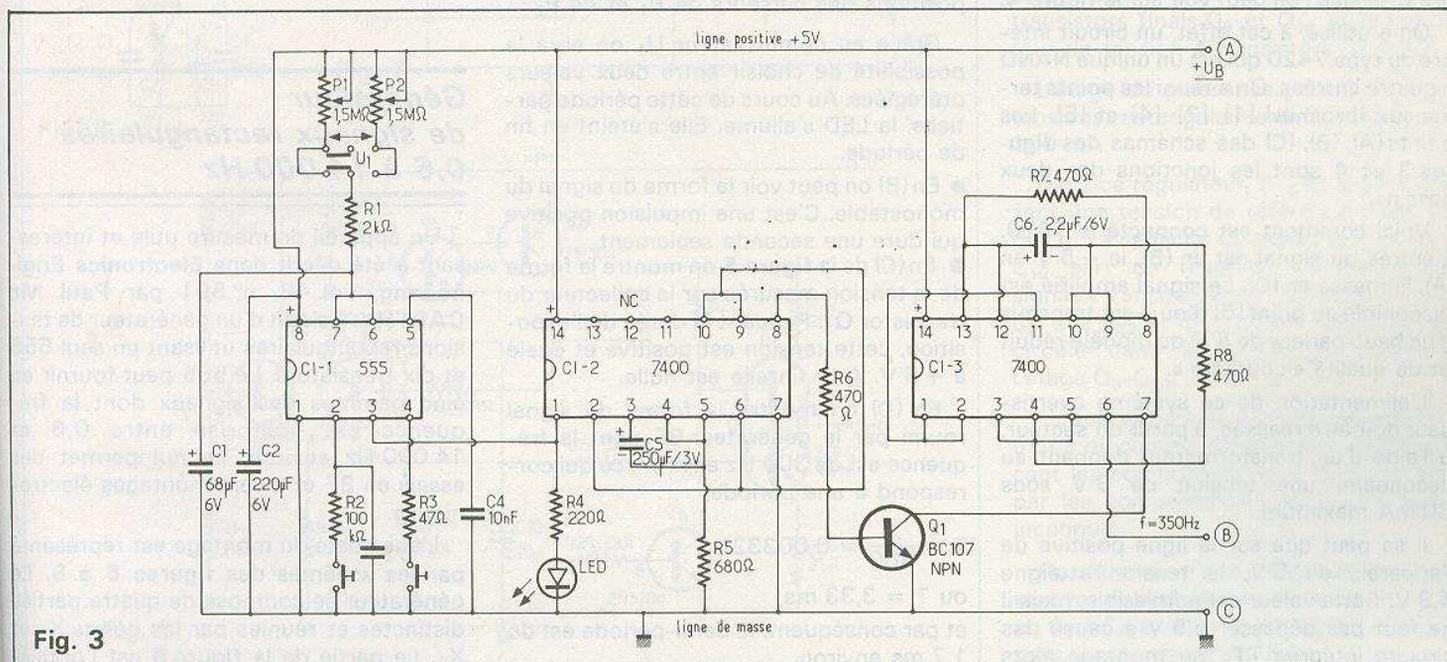
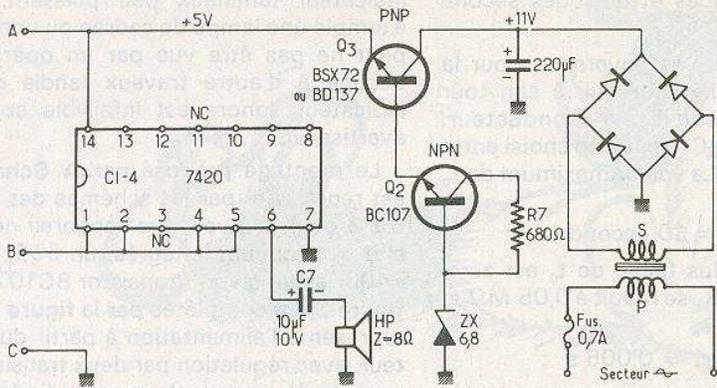

Fig. 3
Fig. 4
Le montage proposé par A. Schuster est représenté par les schémas des figures 3 et 4. On voit que l'appareil nécessite trois circuits intégrés, un 555, deux 7400 ainsi qu'un transistor BC107. La figure 3 est complétée par la figure 4 qui représente l'alimentation à partir du secteur, avec régulation par deux transistors, une diode zener et quatre diodes de redressement.
Considérons le schéma général de la figure 3 et partons du 555, CI-1 monté en générateur de signaux d'horloge, c'est-à-dire en oscillateur.
Le générateur ne fonctionne qu'à la fin de la période déterminée par le réglage de  $P_1$  ou  $P_2$  et son signal est transmis à l'amplificateur réalisé avec le circuit intégré CI-4 que l'on peut voir sur la figure 4.
On a utilisé, à cet effet, un circuit intégré du type 7420 qui est un unique NAND à quatre entrées. On a réuni les points terminaux (broches) [1], [2], [4] et [5]. Les points (A), (B), (C) des schémas des figures 3 et 4 sont les jonctions des deux dessins.
que le 555 peut fonctionner avec une tension pouvant atteindre 12 V et parfois 15 V. Le schéma de l'alimentation est inclus dans la figure 4. On y trouve le redresseur en pont à quatre diodes.
Dans sa réalisation matérielle, l'appareil sera monté sur une seule platine correspondant à la réunion par les points (A), (B) et (C) des schémas des figures 3 et 4. On peut voir que le transistor  $Q_3$  donne lieu à une chute de tension de 11-5 = 6 V. Cette chute est variable et dépend de la régulation s'exerçant sur la ligne positive de 5 V par le système  $Q_2$ - $Q_3$ -ZX 6,8. Ne pas connecter les broches marquées NC sur le schéma de l'appareil. Sur ceux-ci, les CI sont indiqués par leurs boîtiers du type rectangulaire, vu de dessus, le [1] à gauche du repère.